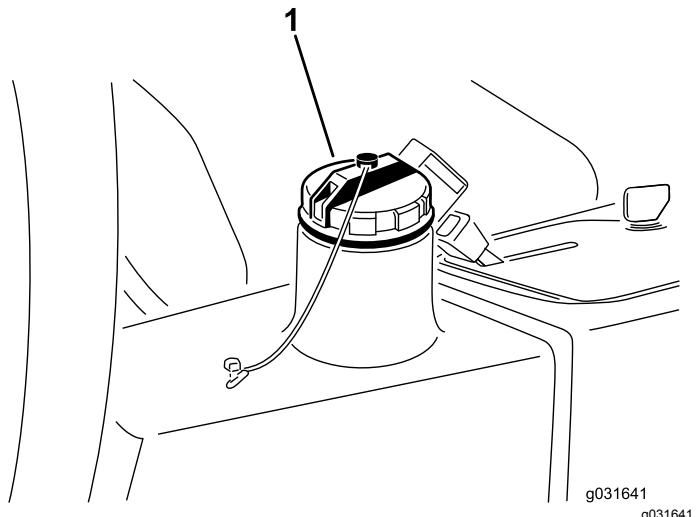

Рисунок 65
4. Залейте в гидравлический бак (Рисунок 65) приблизительно 13,2 литра гидравлической жидкости; см. Проверка гидравлической системы \(страница 58\).